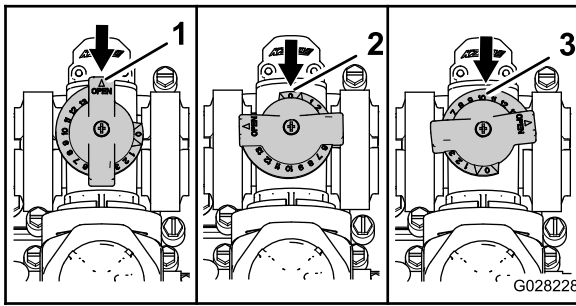

Figure 38
- La vanne de dérivation d'agitation est en position complètement ouverte comme montré en A sur la Figure 38.
- La vanne de dérivation d'agitation est en position complètement fermée (0) comme montré en B sur la Figure 38.
- La vanne de dérivation d'agitation est en position intermédiaire (réglée en fonction du manomètre pour le système de pulvérisation) comme montré en C sur la Figure 38